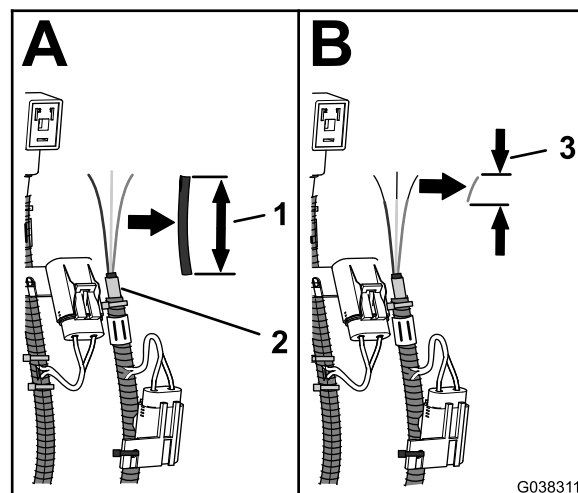

Figura 33
- 6. Rimuovete una sezione di 70 mm del rivestimento dal cablaggio del connettore DIN (Figura 33).
- 7. Rimuovete 8 mm di isolamento dai 3 fili del cablaggio del connettore DIN (Figura 33).